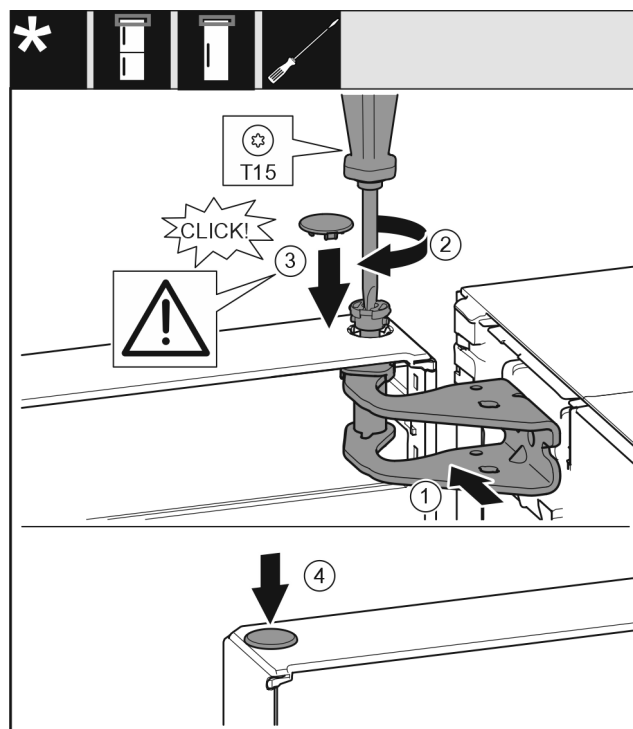

Fig. 23
- Allineare la porta in alto all'apertura nel blocco di supporto. Fig. 23 (1)
- Inserire i perni Fig. 23 (2) e stringerli con un cacciavite.
- Montare la copertura del fusibile Fig. 23 (3) sul fusibile della porta: Inserire la copertura del fusibile e controllare se appoggia sulla porta. Altrimenti inserire completamente i perni.
- Inserire il tappo Fig. 23 (4).